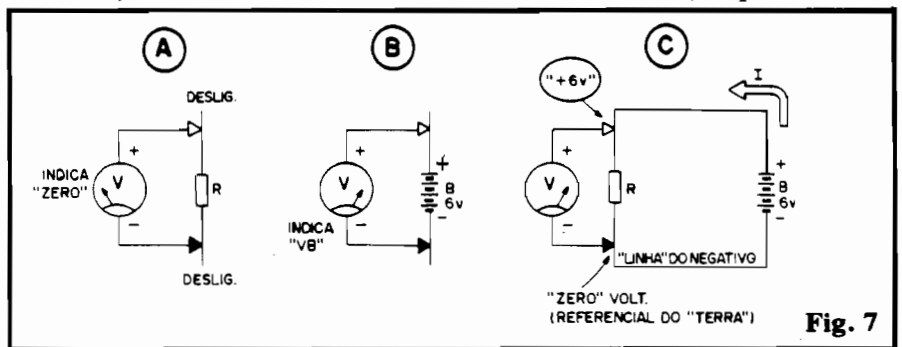

Fig. 7
- **FIG. 7 - MEDINDO TENSÃO** - Um **VOLTÍMETRO** deve ser sempre aplicado em "paralelo" com os pontos nos quais queremos verificar o "quanto" de Tensão existe... Obviamente que **sempre** deverá haver uma fonte de energia que forneça ou apresente um determinado potencial elétrico ou "voltagem", sem o que **não** haverá Tensão a ser medida! Como vemos em 7-A, se aplicarmos os terminais de um **VOLTÍMETRO**, por exemplo, a um mero resistor, desligado de qualquer circuito ou fonte, a indicação do instrumento será - obviamente - "zero"... Já se aplicarmos o **VOLTÍMETRO** (sempre atentos à